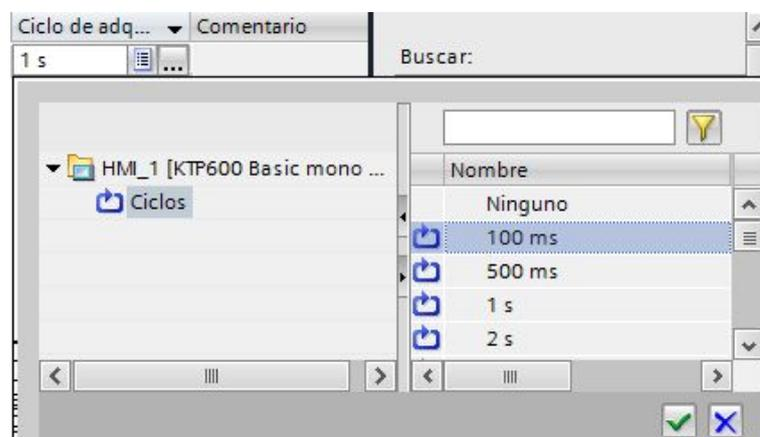

FIGURA 132: Tiempo del ciclo de adquisición.
- De la misma manera en ciclos de adquisición, seleccionar ciclos y a la derecha cambiar a 100 milisegundos “ms” (FIGURA 132).